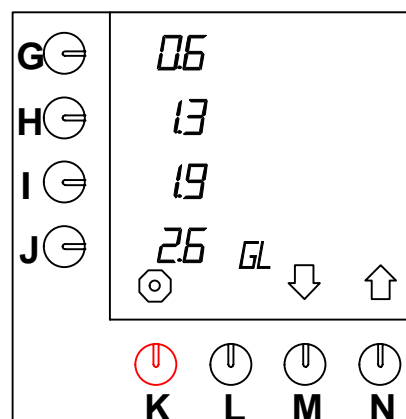

Abb. 29 Ändern der vorprogrammierten Wahlkosten für Gallonen
- Drücken Sie auf die Wahlkosten (N.)↑, bis Abb.29 im Display erscheint.